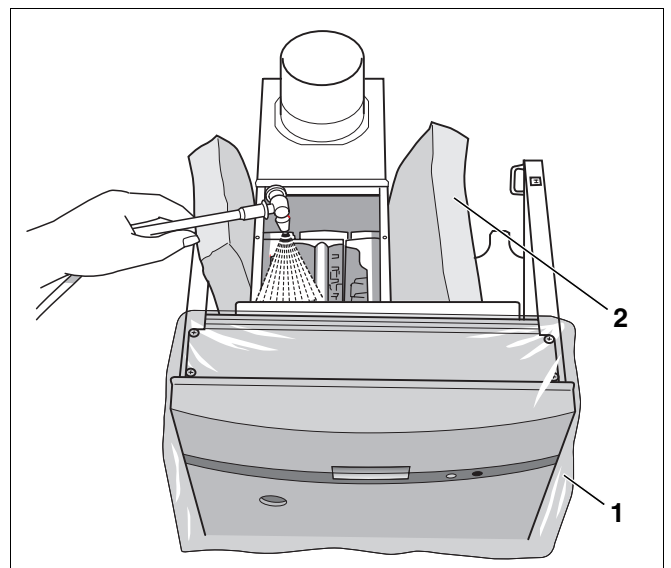

Abb. 38 Heizkessel nass reinigen
- Wärmeschutz (Abb. 38, **Pos. 2**) zur Seite klappen.
- Regelgerät mit Folie (Abb. 38, **Pos. 1**) abdecken. Es darf kein Sprühnebel in das Regelgerät dringen.
- Heizgaszüge von oben gleichmäßig mit dem Reinigungsmittel einsprühen (Abb. 38).